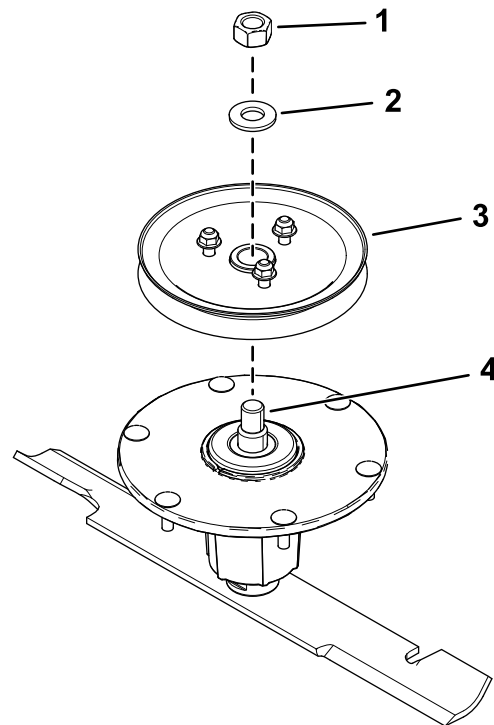

Bild 9
5. Montieren Sie die Laufrollenbaugruppe mit der Unterlegscheibe und der oberen Mutter an der Spindel (**Bild 9**).